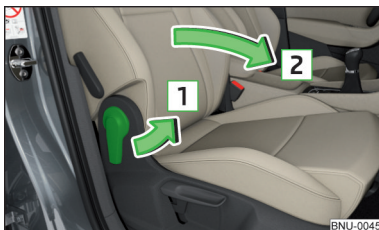

Fig. 82
- Pentru **rabatarea înainte**, trageți maneta în sensul săgeții **1** și rabatați spătarul în față, în sensul săgeții **2** » fig. 82. Elementul de blocare trebuie să se fixeze cu un declic.